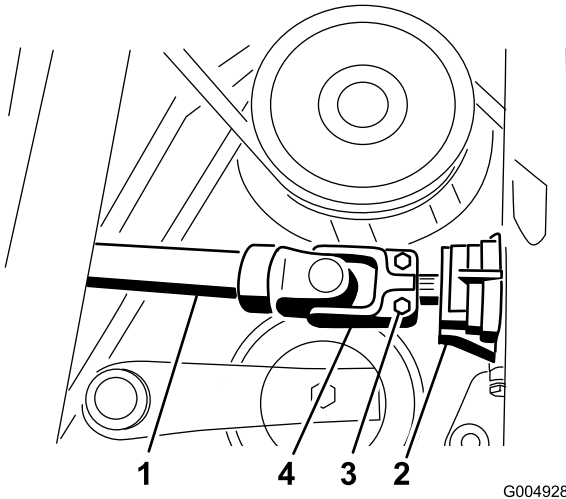

Figura 90
34. Deslice el árbol de transmisión sobre el eje de la caja de engranajes (Figura 90). Instale el pasador cilíndrico y apriete los pernos a 20–25 N·m (175-225 pulgadas-libra).